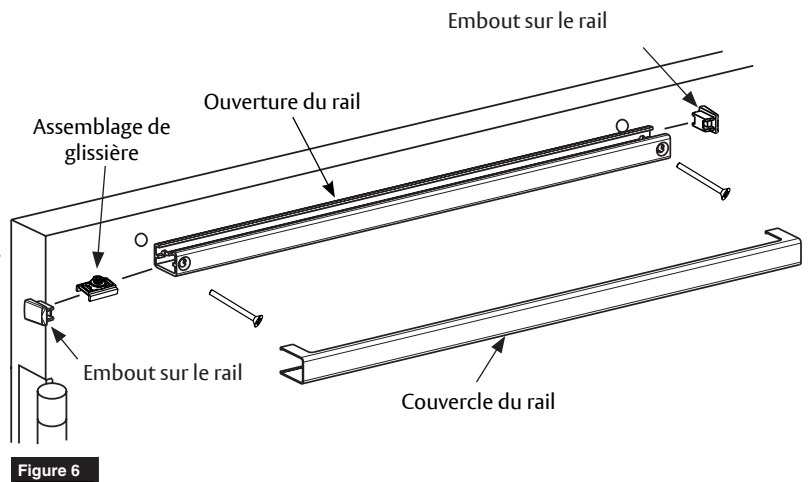

Figure 6
3. À l'aide des trous préalablement percés dans la porte, fixer le rail à la porte avec deux (2) vis de no 12 x 57,15mm (2-1/4"). (Figure 6)